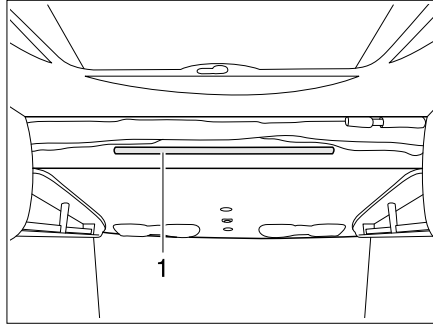

Fig. 168 Lit escamotable électrique
- L'échelle de montée doit être accrochée par les deux étriers à la tige de retenue (Fig. 168,1) se trouvant sur le lit escamotable.